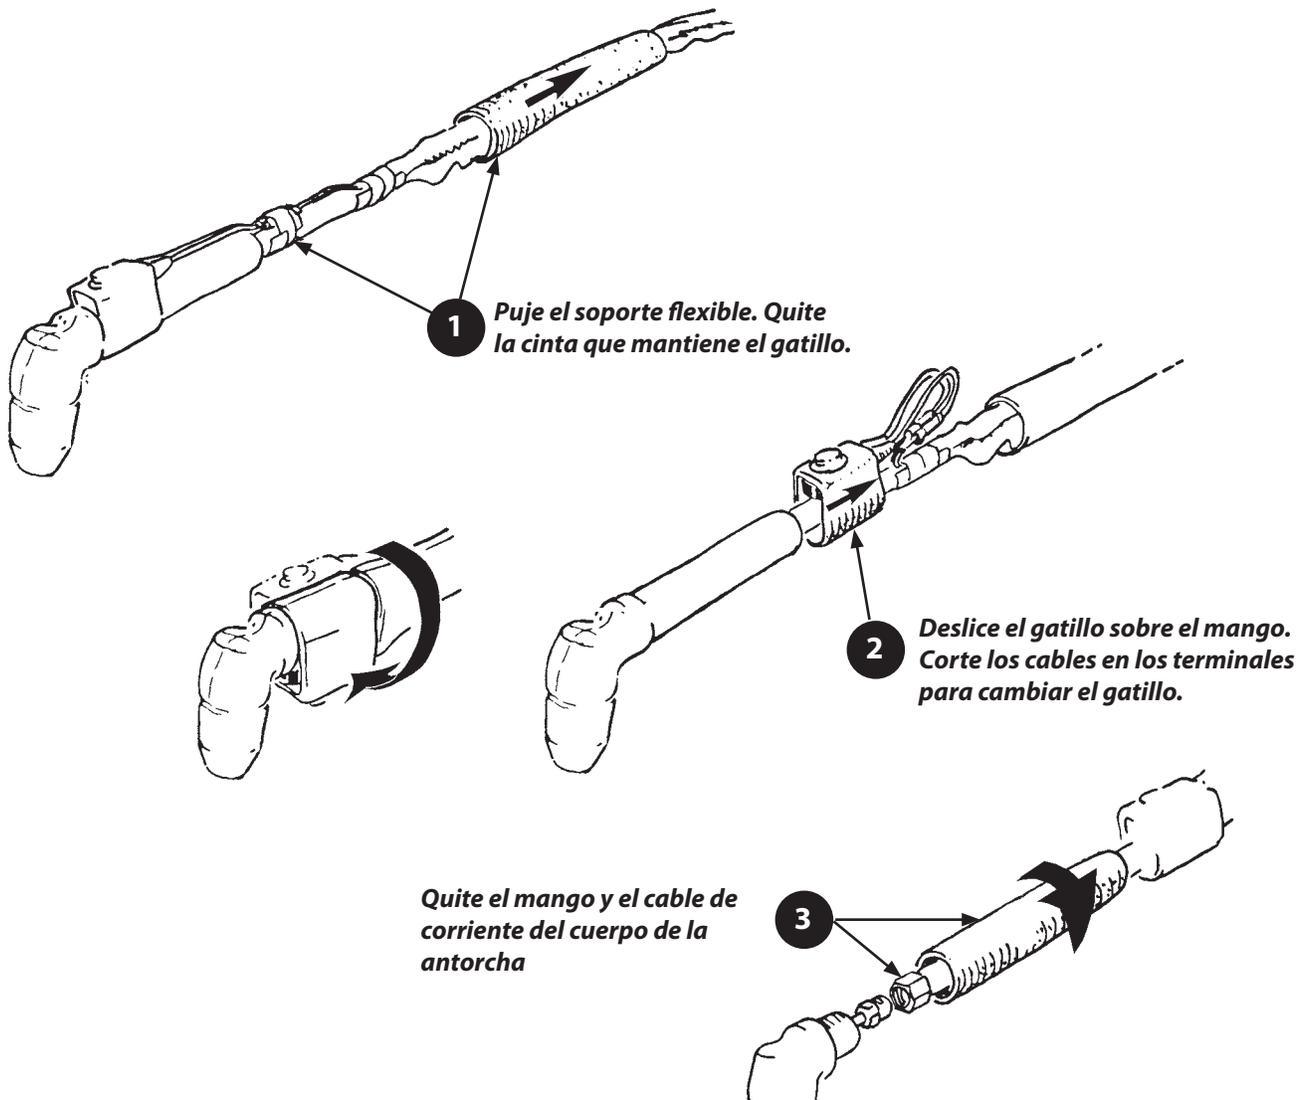

Figura 4-1 Secuencia de desensamble del cable de corriente y del gatillo
#### 4.1.1 Desensamble de los cables (consulte la figura 4-1)
8. Los cables, cables del gatillo, y el protector del cable pueden ser removidos ahora. Consulte la figura 4-1, paso 3.
Para reposicionar el gatillo en la antorcha, puxe el soporte flexible, quite la cinta que mantiene gatillo al cable de corriente, reposicione, pase una cinta por sobre los cables del gatillo y ponga el soporte flexible en la posición original. Consulte la figura 4-1.